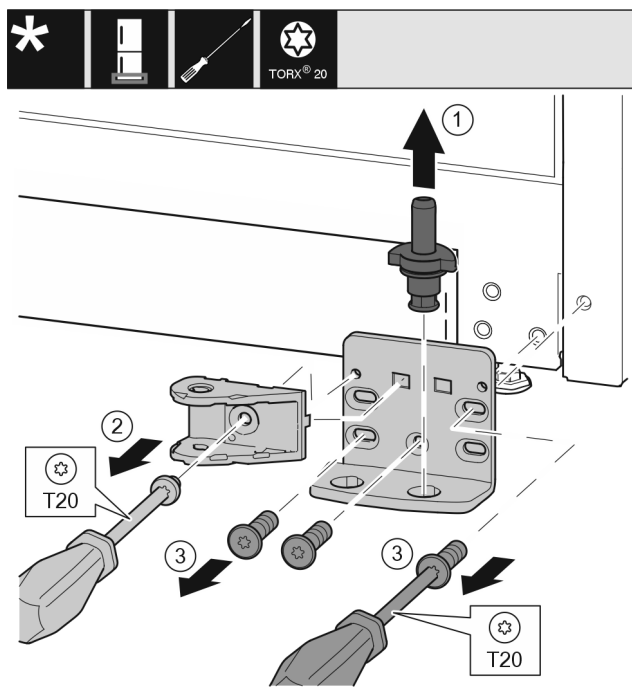

Fig. 22
- Estrarre completamente verso l'alto i perni di supporto Fig. 22 (1).
- Svitare la vite con un cacciavite Fig. 22 (2) e rimuovere il collegamento dell'ammortizzatore di chiusura.
- Svitare le viti Fig. 22 (3) con un cacciavite e rimuovere il blocco di supporto.